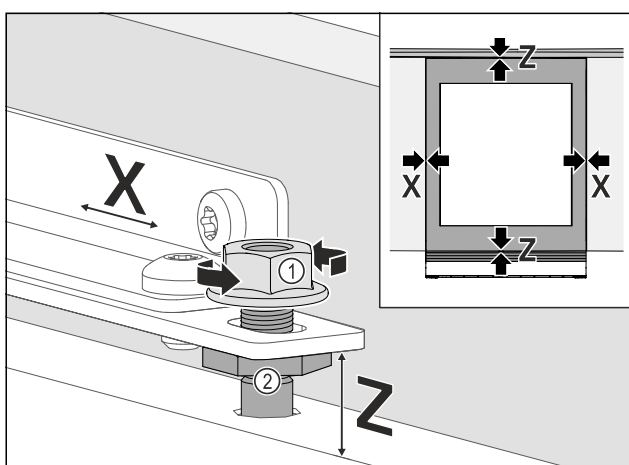

Fig. 94
- ▶ Ustawianie boczne drzwi mebla: Odkręcić Fig. 94 (1) nakrętki zabezpieczające, przesunąć drzwi mebla w kierunku X.
- ▶ Dokręcić nakrętki zabezpieczające Fig. 94 (1).
- ▶ Ustawianie drzwi mebla na wysokość Z i pochylenie boczne: Ustawić Fig. 94 (2) sworzeń regulacyjny.